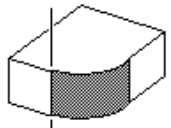
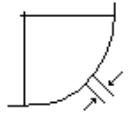

Fig. I.46 Giriş Formu: Başlangıç Noktası
Fig. I.47 Giriş Formu: Bitiş Noktası
Giriş Formu: Bkz: Fig. I.45, Fig. I.46 ve Fig. I.47
**Örnek: Giriş Formunu açmak için Kavisli Frezeleme mekanik tuşuna basın: (Bkz: Fig. I.45, (Fig. I.46) ve (Fig. I.47).**